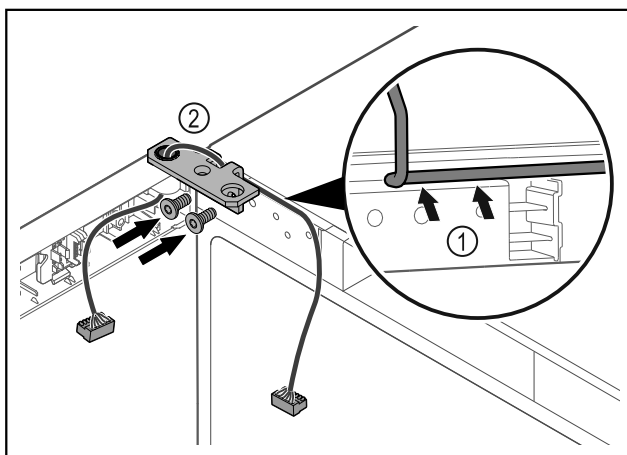

Fig. 39
- ▶ Ved'te kabel skrz vybrání úhelníku závěsu a opatrně jej položte Fig. 39 (1).
- ▶ Našroubujte úhelník závěsu Fig. 39 (2).